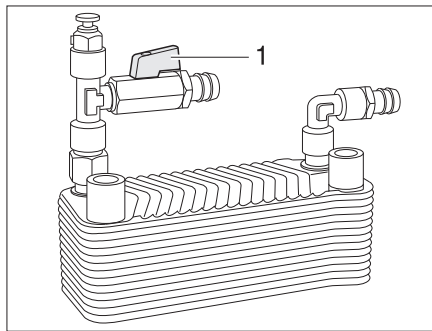

Bild 312 Wärmetauscher Alde
*Anstellen:* ■ Griff (Bild 312,1) des Abstellhahns parallel zur Rohrleitung stellen.
*Abstellen:* ■ Griff (Bild 312,1) des Abstellhahns quer zur Rohrleitung stellen.